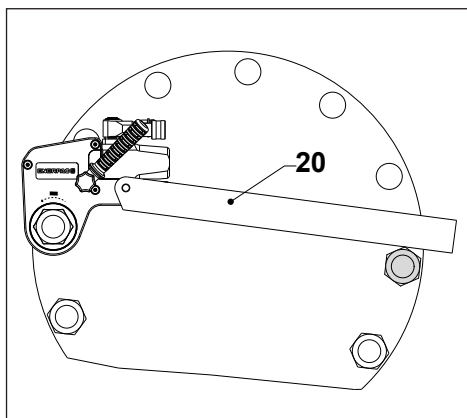
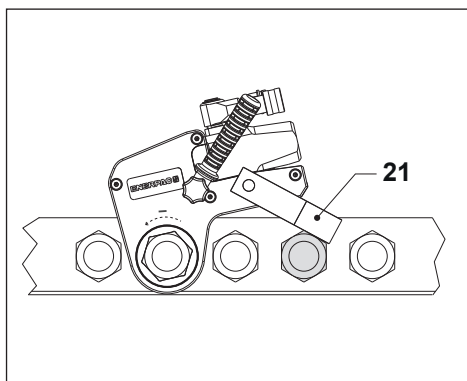

図13
図14
4.3.4 延長リアクションアームの使用 (図13)
- WTEシリーズ延長リアクションアーム (20) を適切なリアクションポイントに当たるように位置決めします。リアクションポイントはツールを操作することにより発生した力の反対に作用します。
4.3.5 リアクションパドルの使用 (図14)
- WRPシリーズリアクションパドル (21) を適切なリアクションポイントに当たるように位置決めします。リアクションポイントはツールを操作することにより発生した力の反対に作用します。
スィベル構成部品については、図14と図17を参照してください。